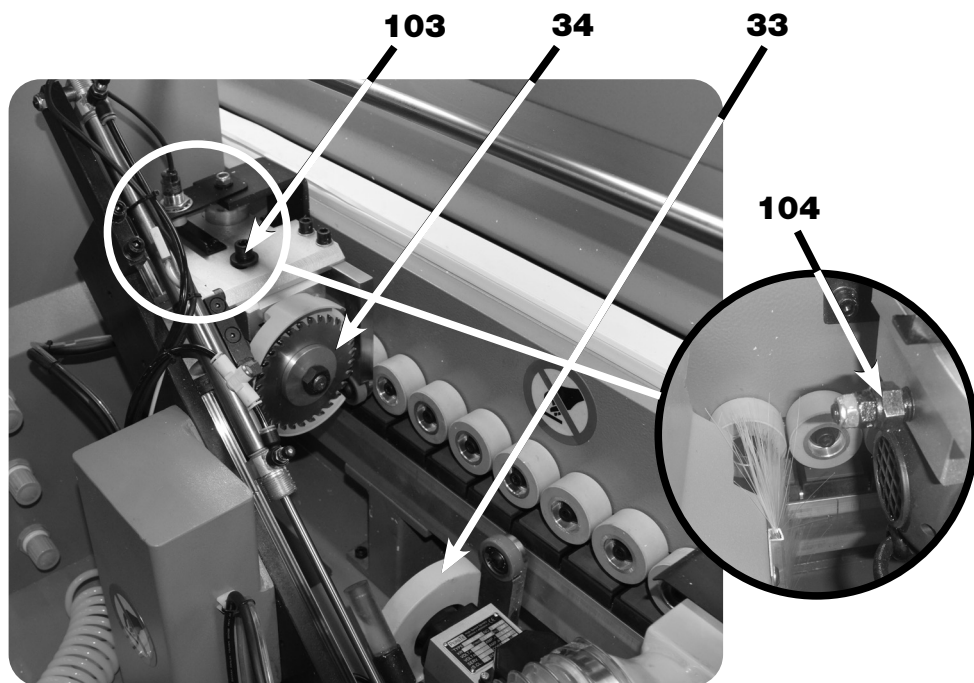

FIGURA 38 – Ajuste do corte do Destopador
3. Ajuste do corte do Destopador (12) (figura 38):
- a) **SOLTAR** o Parafuso de Fixação da Serra (103);
- b) **GIRAR** a Porca de Ajuste da Serra (104) no sentido horário para avançar a ferramenta;
- c) **GIRAR** a Porca de Ajuste da Serra (104) no sentido anti-horário para recuar a ferramenta;
- d) **APERTAR** o Parafuso de Fixação da Serra (103);